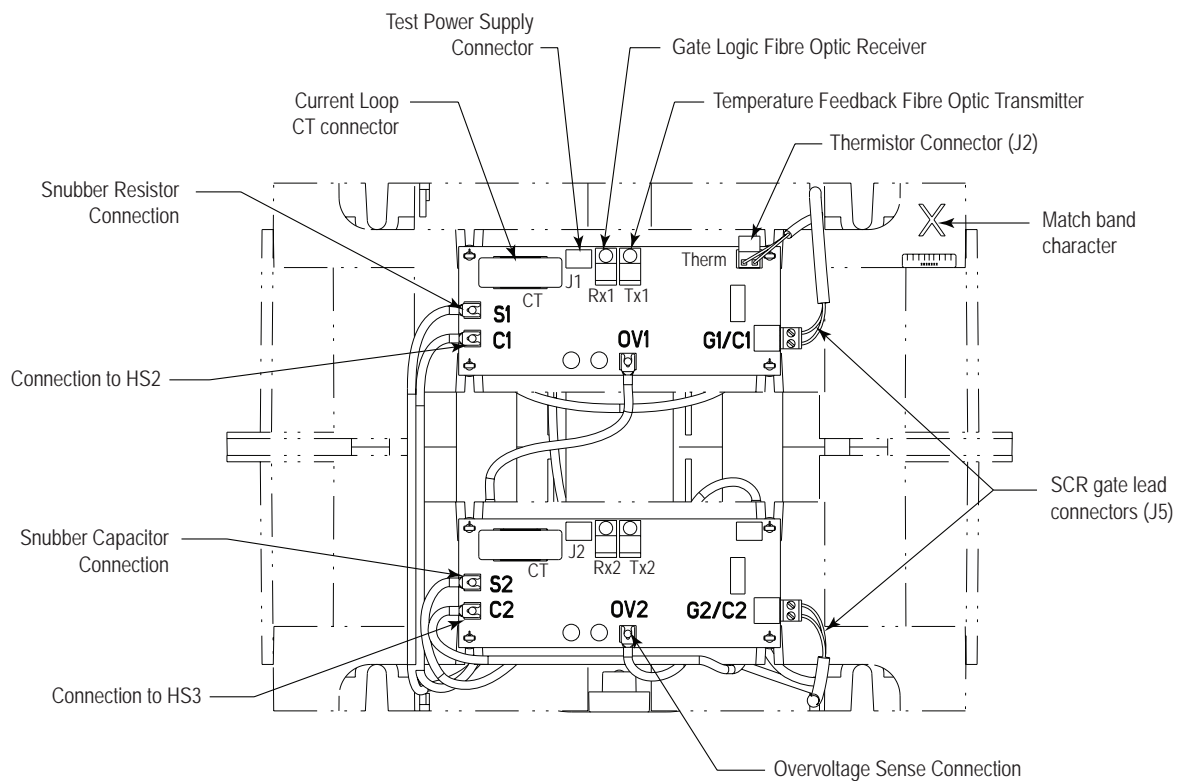

Рисунок 8.6 – Подключения на плате токовой петли управления затворами PowerBrick
Платы формирователя импульсов с питанием от источника токовой петли (CLGD) (см. рисунок 8.6) получают питание от двух источников:
5. Измерьте сопротивление постоянному току для каждого PowerBrick: (см. рисунок 8.6)